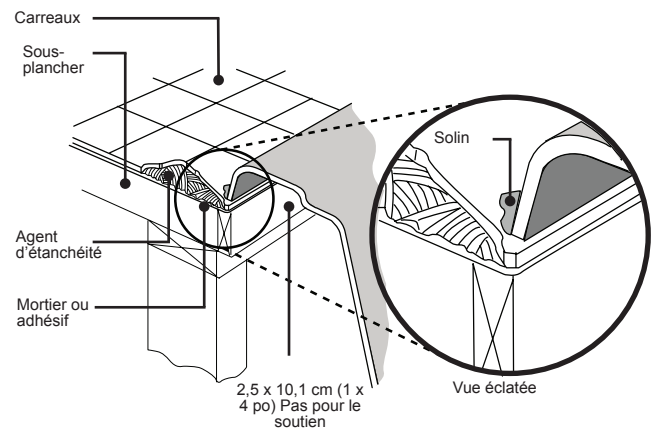

Figure 8
Terminez l'installation de la périphérie de la baignoire (figure 8).
- 14 Calfeutrez autour du périmètre de la baignoire pour sceller l'espace entre le rebord et le support fini (figure 8 à la page précédente).